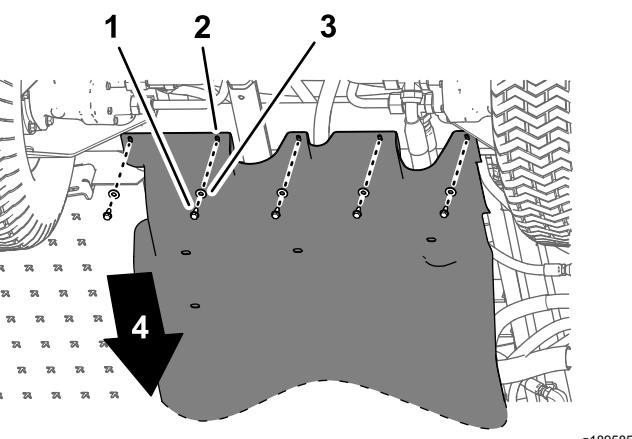
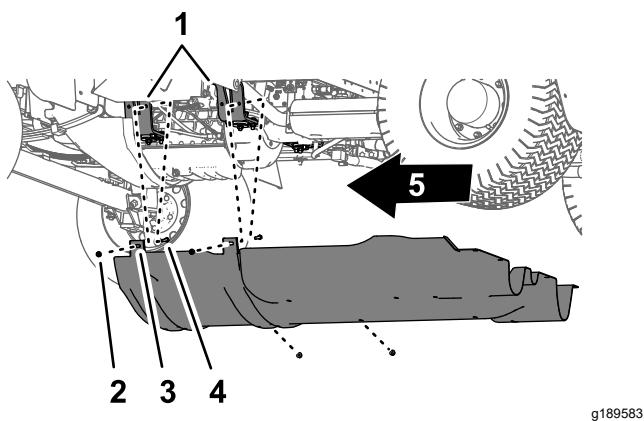

Figura 55
Figura 56
1. Retire os 5 parafusos com cabeça de flange (5/16 pol. x 7/8 pol.) e as 5 anilhas (5/16 pol.) que prendem a parte de trás do resguardo do chassis inferior ao chassis da máquina (Figura 55).
2. Retire as 4 porcas de bloqueio flangeadas (5/16 pol.) dos parafusos e do parafuso de carroçaria que prendem as patilhas de montagem do resguardo do chassis inferior aos suportes de montagem do motor da máquina (Figura 56).
4. Remova o resguardo do chassis da máquina (Figura 55 e Figura 56).
1. Alinhe o resguardo do chassis inferior com a parte inferior da máquina; consulte Figura 56 em Remoção do resguardo do chassis inferior (página 50).
2. Mova as patilhas de montagem do resguardo do chassis para cima dos parafusos e do parafuso de carroçaria nos suportes de montagem do motor da máquina; consulte Figura 56 em Remoção do resguardo do chassis inferior (página 50).
3. Monte o resguardo do chassis nos suportes de montagem do motor e parafusos (Figura 56) com as 4 porcas de bloqueio flangeadas (5/16 pol.) que retirou no passo 2 de Remoção do resguardo do chassis inferior (página 50).
4. Alinhe os orifícios na parte de trás do resguardo do chassis com os orifícios no chassis; consulte Figura 55 em Remoção do resguardo do chassis inferior (página 50).
5. Monte a parte de trás do resguardo do chassis inferior no chassis (Figura 55) com os 5 parafusos de cabeça flangeada (5/16 x $\frac{1}{8}$ pol.) e as 5 anilhas (5/16 pol.) que retirou no passo 1 de Remoção do resguardo do chassis inferior (página 50).